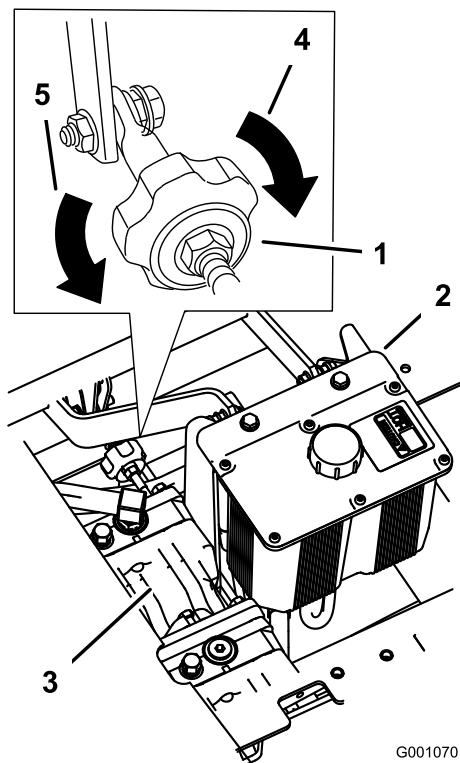

Bild 47
4. Wenn die Maschine nach rechts gehen soll, drehen Sie das Handrad zur rechten Seite der Maschine. Siehe Bild 47.
5. Wenn die Maschine nach links gehen soll, drehen Sie das Handrad zur linken Seite der Maschine. Siehe Bild 47.